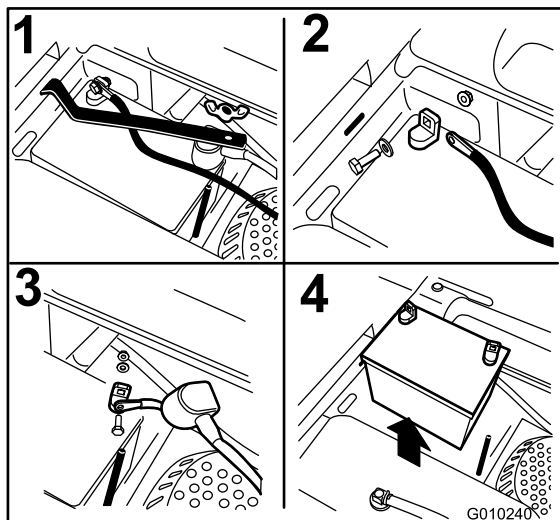

Figura 42
3. Retire la tuerca de orejeta que sujeta la abrazadera de la batería (Figura 42).
4. Primero desconecte el cable negativo (negro) del borne negativo (-) (negro) de la batería (Figura 42).
5. Retire la cubierta de goma roja del borne positivo (rojo) de la batería y retire el cable positivo (+) (rojo) (Figura 42).
6. Retire la abrazadera (Figura 42).
1. Coloque la batería en la bandeja, con los bornes frente al depósito de aceite hidráulico (Figura 42).
4. Fije los cables con 2 pernos, 2 arandelas, y 2 contratueras (Figura 42).
6. Instale la abrazadera y sujétela con la tuerca de orejeta (Figura 42).